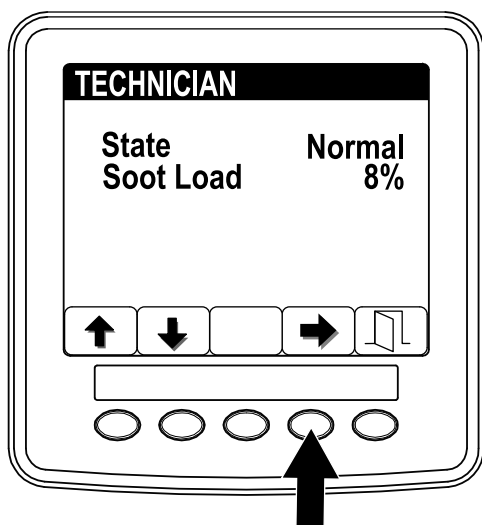

图8
- 使用 DPF 操作表了解 DPF 操作的当前状态 (图8)。